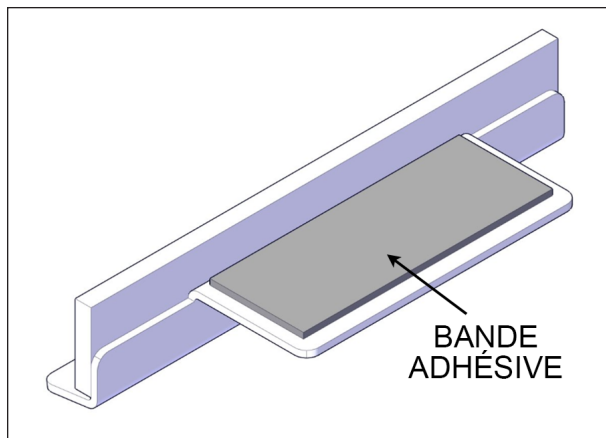

FIGURE 56: RETIRER LA BANDE DU JOINT RACLEUR
- Retirer le protecteur rouge de la bande adhésive double-face d'un des joints racleurs, voir Figure 56.